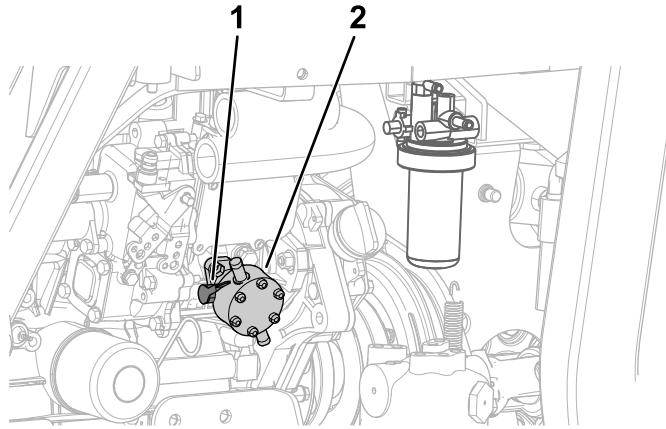

図 64
エンジンの左側にある燃料ポンプのレバーを操作して燃料フィルタのボウルに燃料を満たす 図 64。
7. ねじの周囲から燃料が連続的に流れるのが見えるまでレバーを操作し続ける 図 64 燃料系統からのエア抜き \(ページ 54\) を参照。